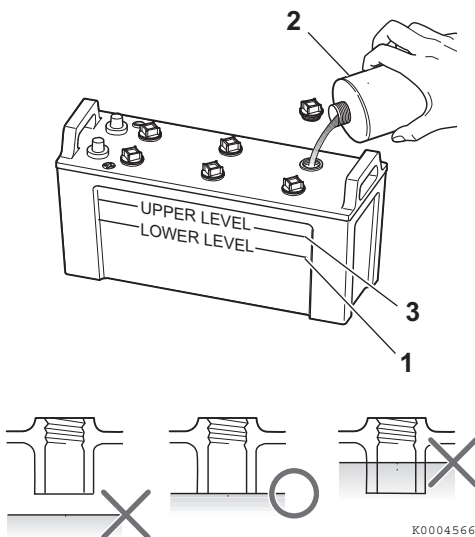

Abbildung 9
4. Liegt der Füllstand unter dem Minimum (**Abbildung 9, (1)**), mit destilliertem Wasser (**Abbildung 9, (2)**) (im Supermarkt erhältlich) bis zur oberen Markierung (**Abbildung 9, (3)**) der Batterie auffüllen.